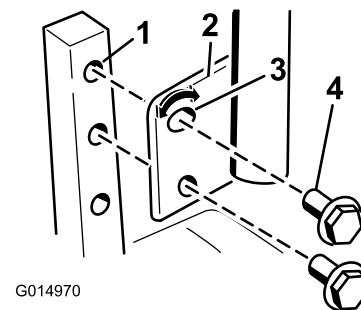

Bild 26
1. Entfernen Sie die beiden Schrauben, mit denen der Schalthebel am Schalthebelarm befestigt ist (Bild 26).
2. Setzen Sie den Schalthebel in die nächste Lochposition. Befestigen Sie den Hebel mit den zwei Schrauben (Bild 26).
2. Lösen Sie die untere Schraube genug, um den Schalthebel nach vorne oder hinten zu drehen (Bild 26). Ziehen Sie beide Schrauben fest, um den Schalthebel in der neuen Stellung zu arretieren.